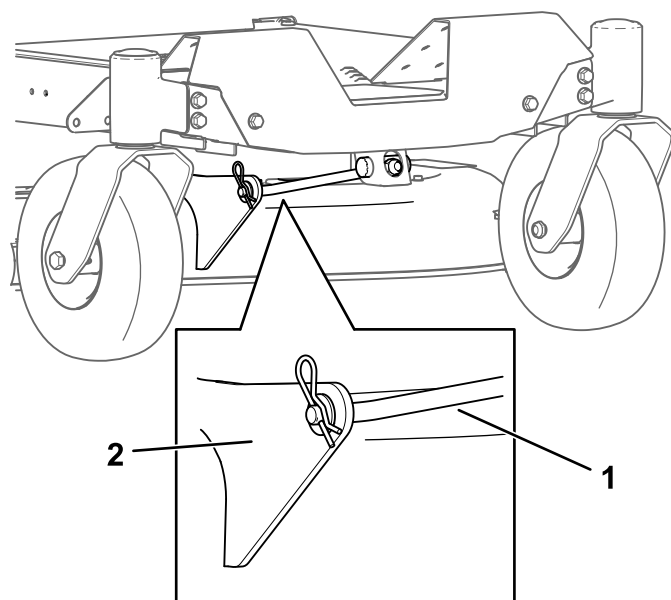

Figura 72
4. Retire la chaveta de la varilla de soporte delantera y retire la varilla del soporte de la carcasa (Figura 72).
8. Conecte la varilla de soporte delantera a la carcasa de corte con el pasador y la chaveta (Figura 72).